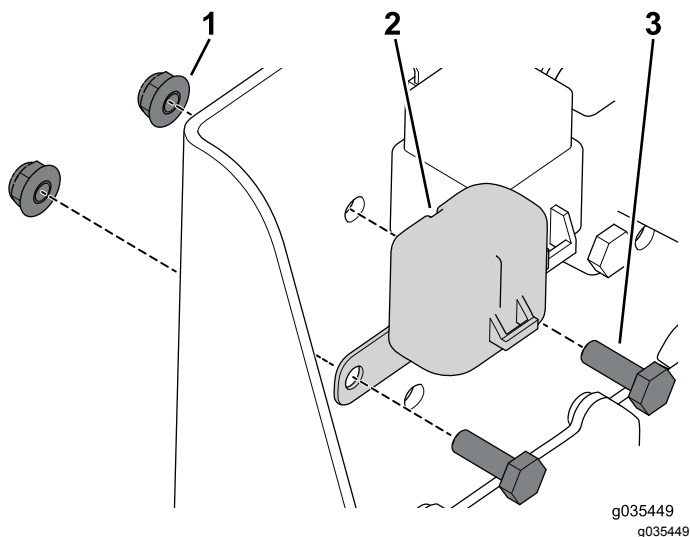

図 14
5. ヒューズキャップを固定するボルト1/4 x 3/4 インチ2本とフランジナットを使う図 14。